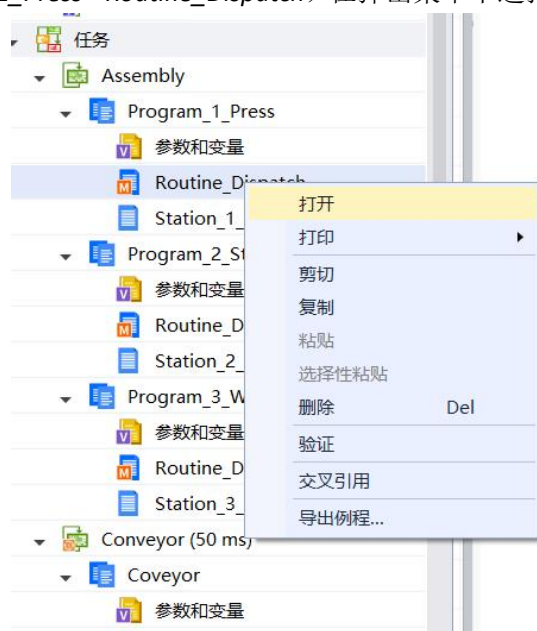

图 1-21 打开 Routine_Dispatch 例程
->**Assembly**->**Program_1_Press**->**Routine_Dispatch**，在弹出菜单中选择 **打开**，如图 1-21 所示。